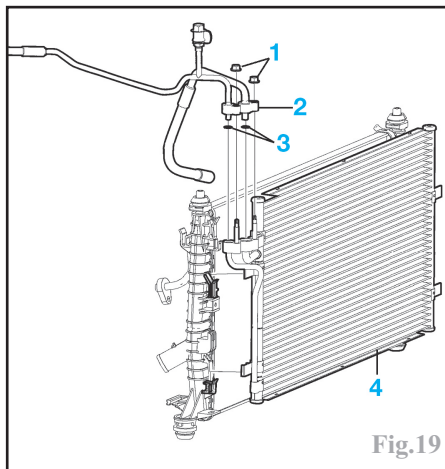

Fig.19
- les écrous (1) des canalisations (Fig.19).